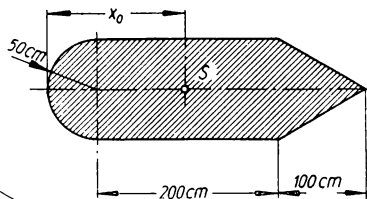

Bild 82
**221.** Die Schwerpunktslage  $x_0$  des skizzierten Brückenpfeilerquerschnitts ist zu berechnen (Bild 82).